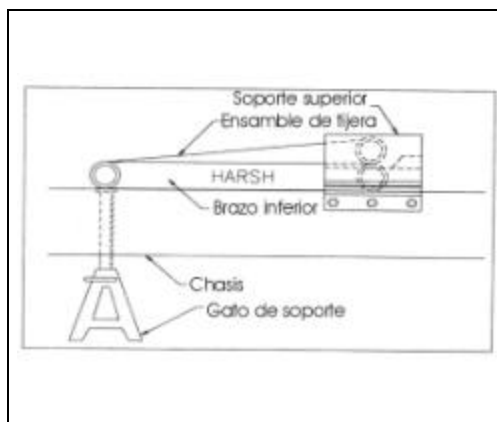

Figura 9: Colocación del gato de soporte
7. Inserte los soportes superiores de la tijera en el bastidor del sistema de volteo en la misma forma en que venían empacados. Ponga el brazo inferior del ensamble de la tijera paralelo al chasis. Esto puede hacerse usando un gato de soporte (vea la figura 9).